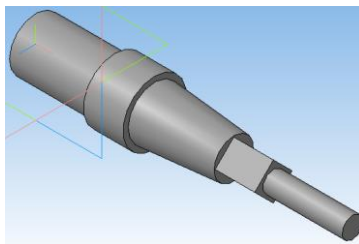

Рис. 14
8.6 В левом нижнем углу нажать кнопку **Создать объект**  (см. рис. 14).